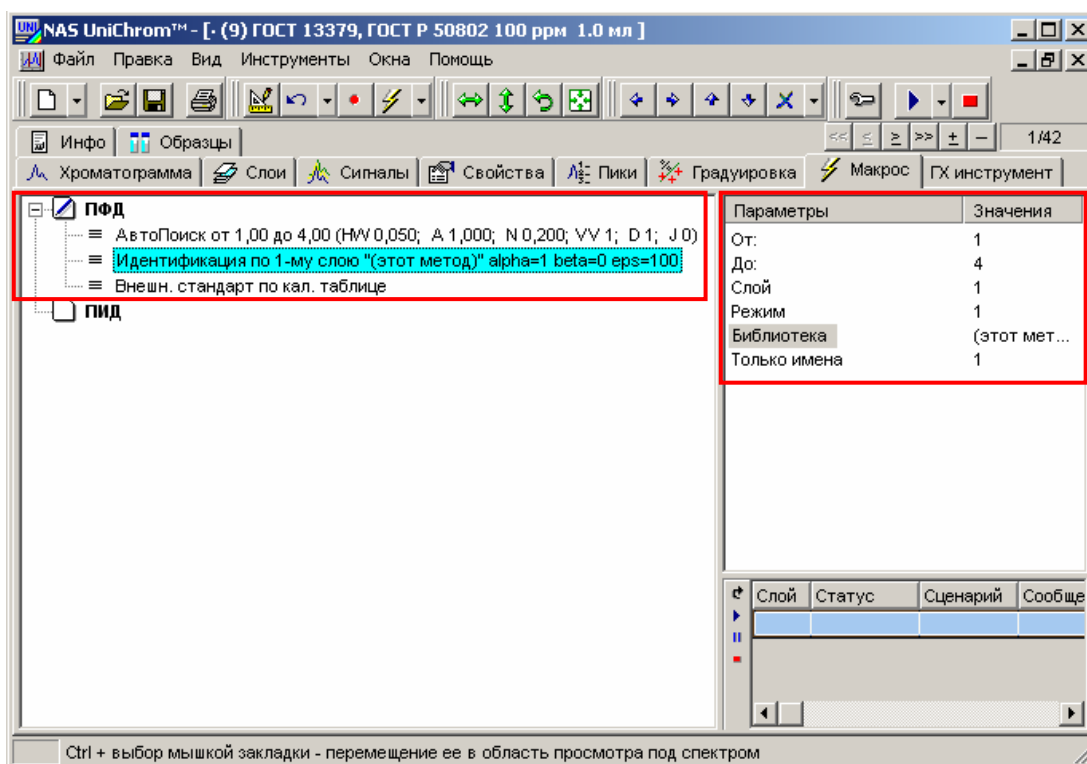

Рис. 44. Идентификация пиков ПФД.
- Идентификация пиков с параметрами, указанными в таблице 8 (см. Рис. 44)
- Расчёт по абсолютной градуировке (см. Рис. 44а)
Рис. 44а. Расчёт ССС на ПФД по абсолютной градуировке. Макрос.
Рис. 44б. Расчёт ССС на ПФД по абсолютной градуировке. Параметры расчёта.